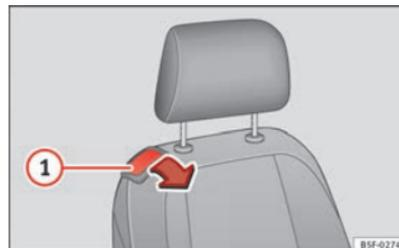

Abb. 79 Beifahrersitz:
- Ziehen Sie den Hebel **①** ⇒ Abb. 79 und drücken Sie die Rückenlehne soweit nach vorn, bis sie sich in horizontaler Stellung befindet.